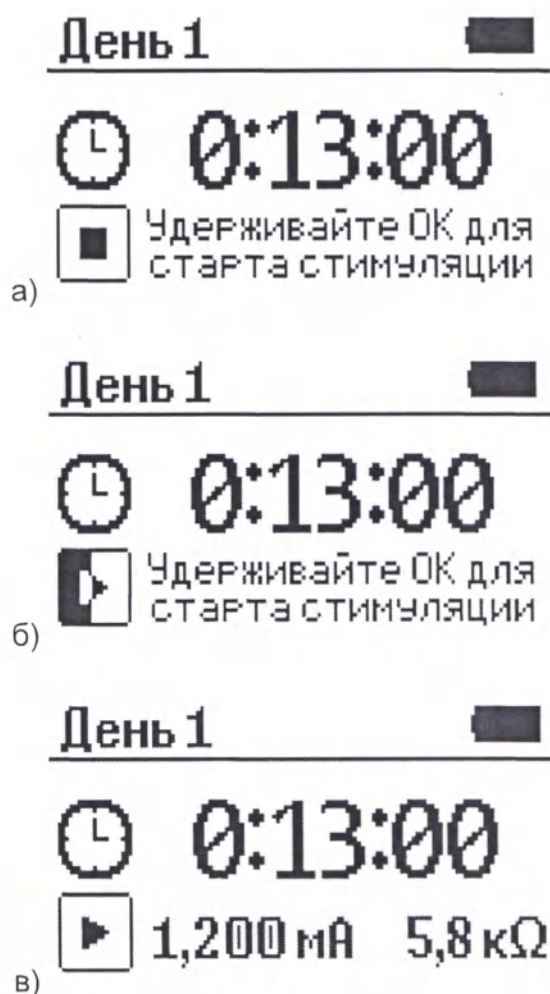

Рис. 16. Экран подготовки к стимуляции
8. Нажмите кнопку «ОК» на панели прибора. Отобразится экран подготовки к стимуляции (рис. 16, а), на котором находится таймер стимуляции.
9. Нажмите и удерживайте кнопку «ОК» на панели прибора. Продолжайте удерживать кнопку «ОК», пока заполняется иконка  (рис. 16, б). Когда запустится стимуляция, прозвучит короткий звуковой сигнал и запустится обратный отсчёт. Отпустите кнопку «ОК». На экране кроме таймера будет отображаться амплитуда тока стимула (в миллиамперах), и импеданс в цепи пациента. (рис. 16, в).
Если вы выбрали продолжение стимуляции, прибор снова отобразит экран (рис. 16, в), а стимуляция и обратный отсчёт продолжатся.